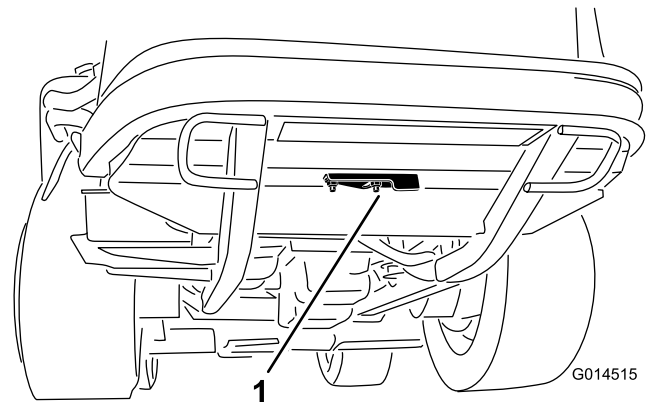

Figura 44
2. Allentate il dado flangiato che fissa il coperchio dell'accesso per la pulizia sotto il telaio posteriore (Figura 44). Ruotate il coperchio di lato per aprire l'accesso per la pulizia nel telaio.